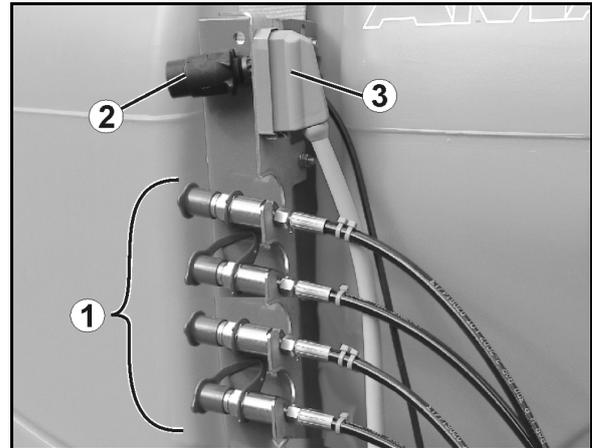

Fig. 10
- Bloccaggio per il trasferimento sulla (Fig. 10) sulla barra Super-S, per evitarne l'apertura indesiderata